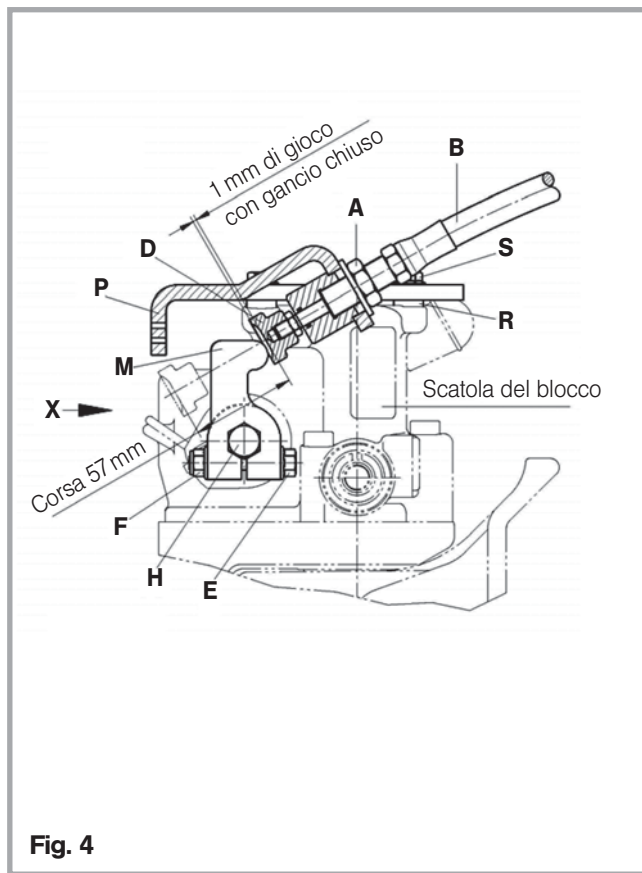

Fig. 4
- Gancio chiuso; Infilare il nottolino (M) (angolo circa 90°, vedere fig. 4). Spingere il nottolino M sull'albero esagonale in modo tale che la vite esagonale della flangia E e il controdado F possano essere montati; **Momento torcente di serraggio 27 Nm**.
- Posizionare il cavo bowden B come raffigurato in fig. 1. Rimettere il dado esagonale A con la rondella sulla filettatura al termine del cavo bowden, inserire il cavo bowden lateralmente nell'attacco P, come indicato nella fig. 4, e fissarlo con il dado esagonale A serrato con un momento torcente di **130 Nm**.
- Con cadenza **almeno semestrale** lubrificare il cavo bowden in corrispondenza del raccordo filettato (**SN**) (vedere fig. 5) e verificare il gioco tra **M** e **D** (vedere fig. 4).